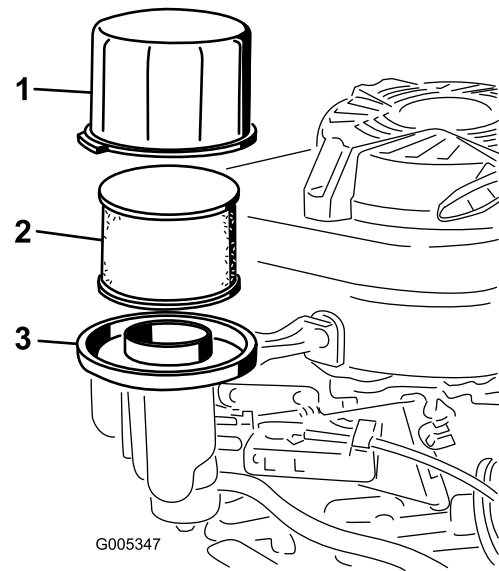

Figura 23
3. Retire la tapa y límpiela a fondo (Figura 23).
4. Retire el pre-limpiador de gomaespuma y el filtro de aire de papel de la base del limpiador de aire (Figura 23).